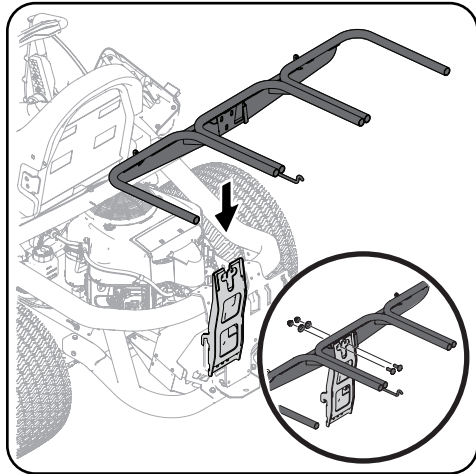

Figure 4-7
1. Installez et fixez l'ensemble de support au support de fixation vertical à l'aide de deux boulons de carrosserie (710-0276), de deux rondelles coniques (736-0242) et de deux contre-écrous d'épaulement (712-04063) provenant de la trousse de matériel 689-01419. Figure 4-7.